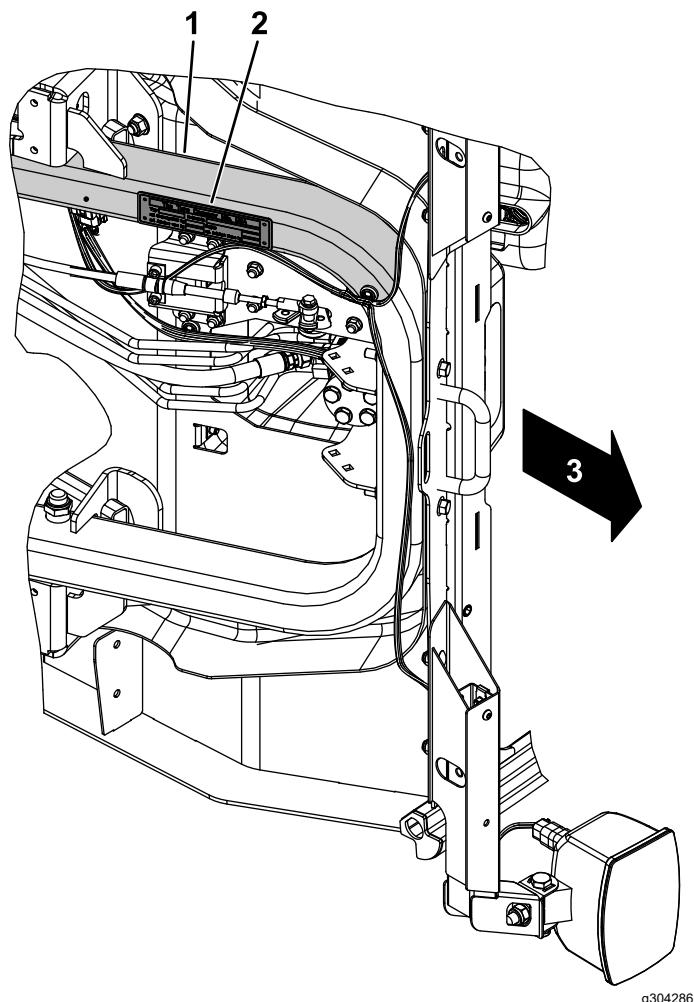

Figure 43
3. Essuyez le bas du cadre et la plaque du numéro de série avec une lingette alcoolisée (Figure 43).